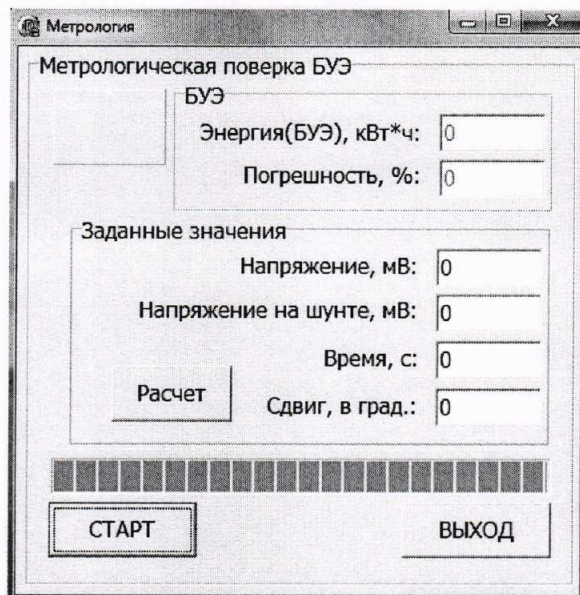

Рисунок 4 – Окно «Метрология» программы «BUE1.exe»
8.3.2.2 В появившемся окне (см. Рисунок 4) нажать кнопку «СТАРТ».